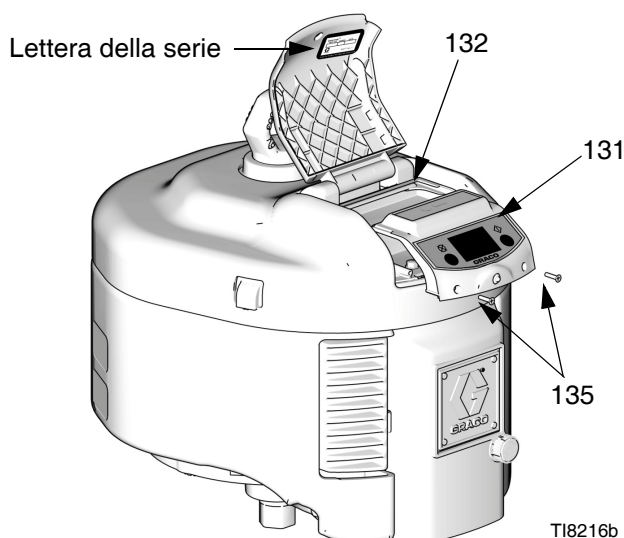

FIG. 4. Rimuovere il modulo DataTrak
1. Togliere le due viti (135). Estrarre con attenzione il modulo DataTrak (131) fuori dalla sede (132). Vedere FIG. 4.
* La FIG. 4 mostra dove trovare la lettera della serie.